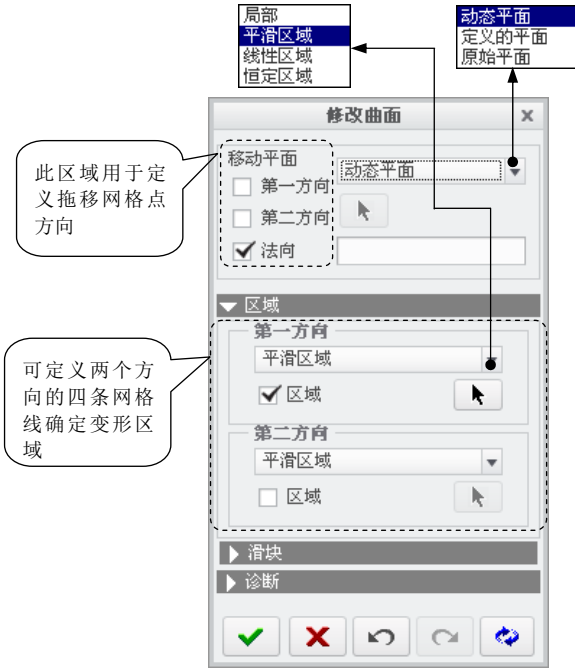
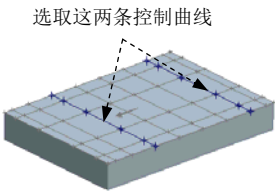

图 9.2.3 “修改曲面”对话框
图 9.2.4 选取两条控制曲线
(1) 此时系统弹出图 9.2.3 所示的“修改曲面”对话框, 在 **区域** 栏的 **第一方向** 中选中  复选框, 按住 Ctrl 键, 在变形曲面上选取第一方向的两条控制曲线 (图 9.2.4)。
(2) 在 **第二方向** 中选中  复选框, 并在  在暗红色箭头所指的方向上选取两条控制曲线。的